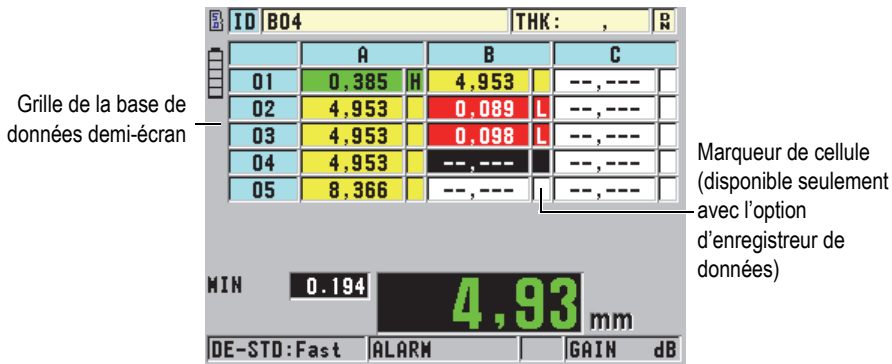

Figure 9-7 Exemple de grille de la base de données demi-écran
direction pour vous déplacer vers un emplacement plus approprié. Vous pouvez afficher simultanément le A-scan, la grille de la base de données et la mesure d'épaisseur (voir la Figure 9-7 à la page 180). Vous pouvez configurer les cellules du tableau pour afficher un marqueur de cellules et une couleur de fond correspondant à l'étendue de la lecture d'épaisseur.
6. Réglez le paramètre **DATA CELL FLAG** à l'une des options disponibles pour afficher un seul indicateur de données dans chaque cellule de données de la grille. L'indicateur de cellule est une lettre qui apparaît dans une petite boîte à droite de l'épaisseur dans la cellule (voir la Figure 9-7 à la page 180). Les choix sont les suivants :